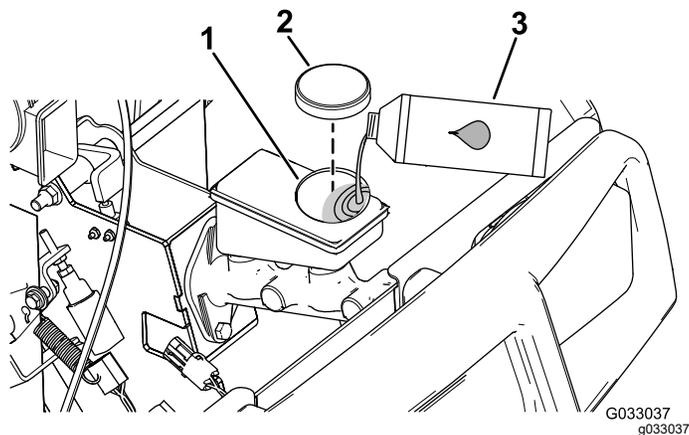

Figura 68
4. Sollevate il cofano per avere accesso al cilindro del freno principale e al serbatoio (Figura 68).
- A. Pulite l'area intorno al tappo del serbatoio e togliete il tappo (Figura 68).
C. Montate il tappo sul serbatoio (Figura 68).